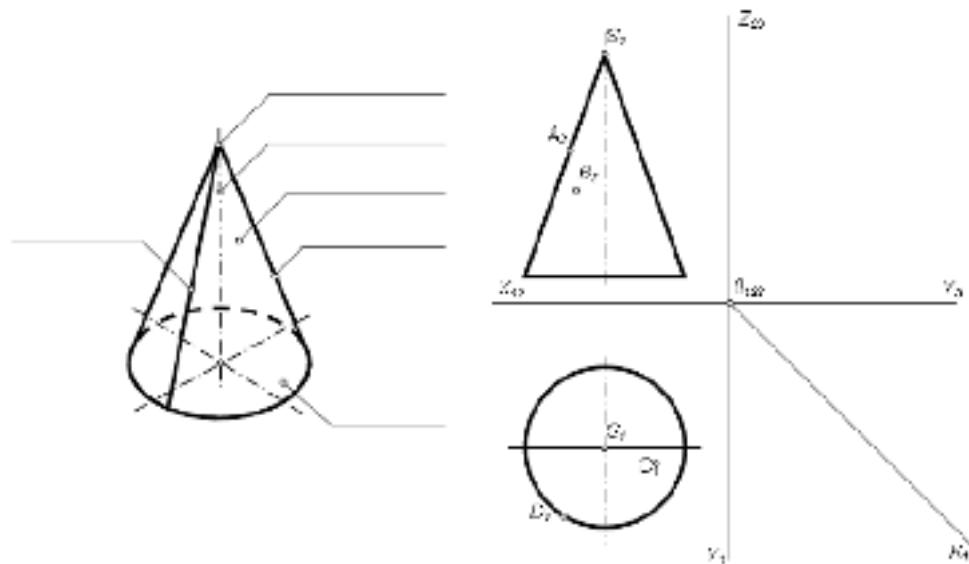

Рис. 14 – завдання № 5 г.
- У завданні № 5 г (рис. 14) – треба побудувати профільну проекцію прямого кругового конуса. Вісь конуса перпендикулярна до горизонтальної площини проекцій (Π_1) .